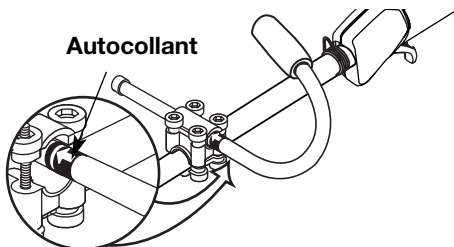

Fig. 2
2. Maintenez les trois pièces ensemble et introduisez les quatre (4) vis dans les brides supérieure et médiane.
5. Glissez la poignée en J en un mouvement de va-et-vient jusqu'à ce que la flèche/ligne blanche de l'autocollant touche la bride (Fig. 2).